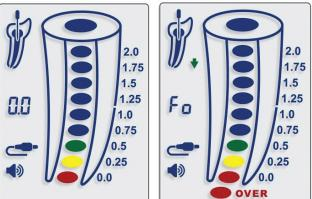

Fig. 10
5.4.13. Il raggiungendo del foramen apicale (0,0) è indicato da un segmento di colore rosso all'interno dell'immagine del canale radicolare (Fig. 10) e un segnale acustico costante. Determinare la lunghezza ottenuta elettronicamente utilizzando un righello endodontico. Per stabilire la lunghezza di lavoro, sottrarre 0,5 - 1,0 mm dalla lunghezza calcolata elettronicamente.